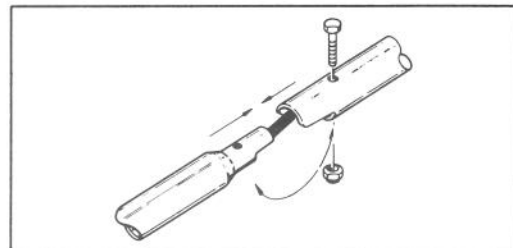

Figure 3
3. Insérer le tube inférieur dans le tube supérieur et mettre les trous de vis les uns en face des autres (Fig. 3). Vérifier le placement correct de la poignée par rapport au boîtier.